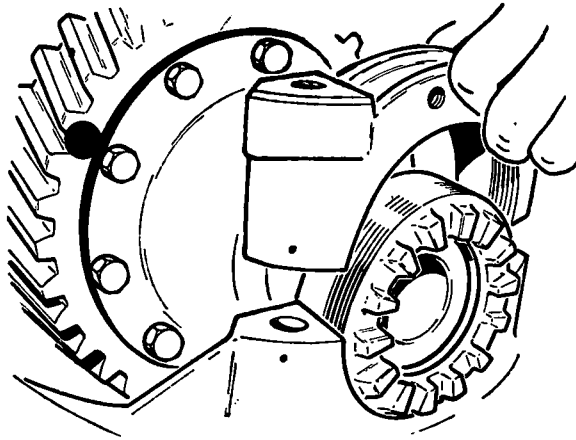

Fig. 27
- Monteer de lagerkappen, zonodig door er heel voorzichtig op te tikken (fig. 27). Als de lagerkappen niet goed komen aan te liggen, is dit een gevolg van een onzorgvuldige montage of verwisseling van de stelmoeren (26 en 37). Gebruik geen geweld om de lagerkappen op hun plaats te krijgen, daar dit tot onherstelbare schade aan het differentieelhuis kan leiden.